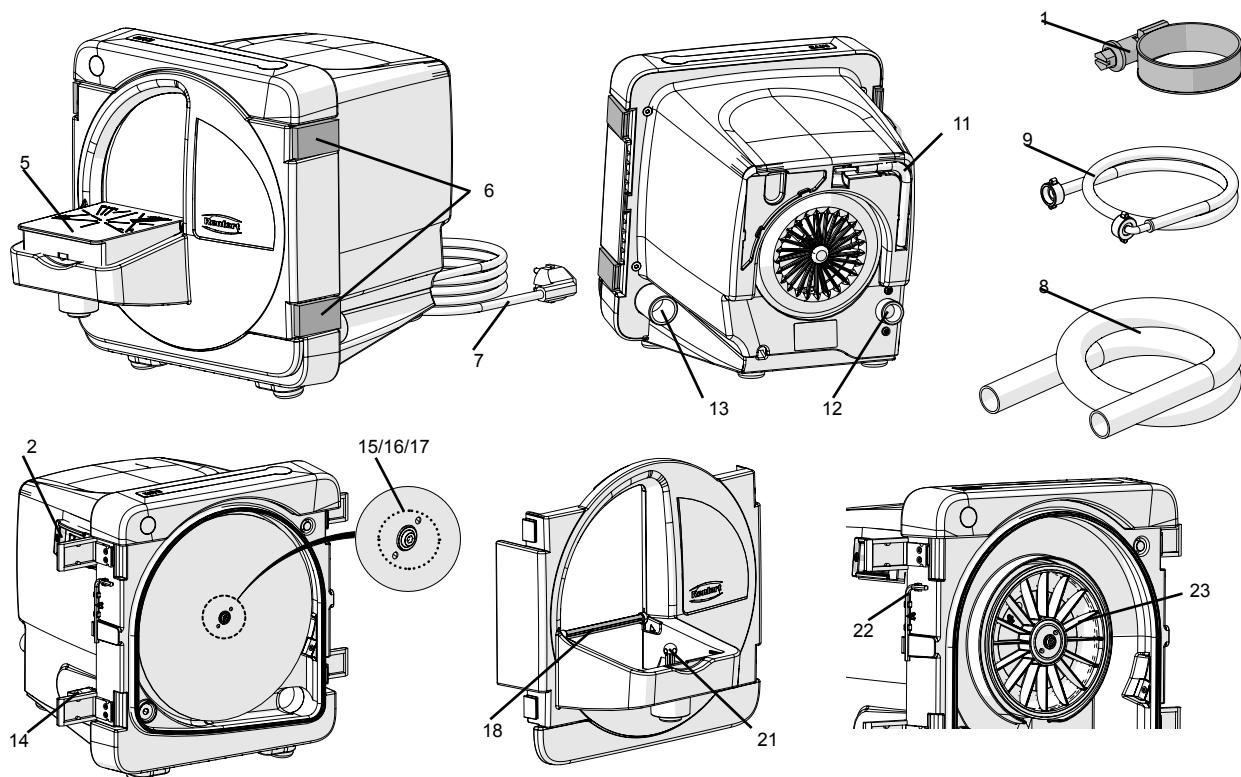

Abb. 1
- Netzstecker (7, Abb. 1, 2) einstecken.
Das Gerät wird am Ein/Aus-Schalter (2, Abb. 1) ein- und ausgeschaltet.